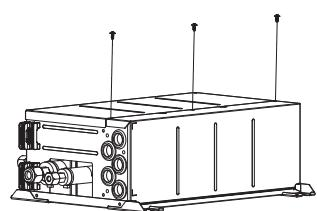

Fig. 4-5
4.1. Направление трубопровода может быть изменено. (Fig. 4-4). [Рабочая процедура] (Fig. 4-5)
- ① Снять винты в каждой части.